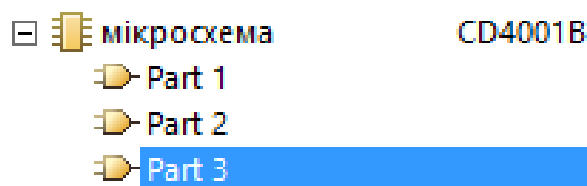

Рис.18. Створення мікросхеми рознесеним способом
- Тепер намалюємо мікросхему рознесеним способом. Для цього натискаємо **Tools > New part**. Тепер маємо мікросхему, яка складається з двох частин. Додаємо ще одну (Рис.18).